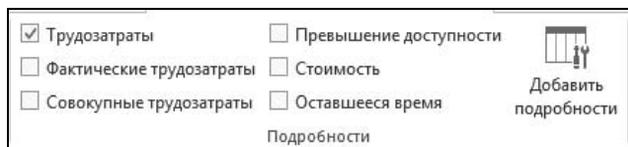

Рис. 4.26. Вид области **Подробности** вкладки **Инструменты использования ресурсов** ленты меню
- Показатели, из которых формируется сводная таблица использования ресурсов, выбирают при помощи управляющих элементов области **Подробности** вкладки **Инструменты использования ресурсов** ленты меню (рис. 4.26). С помощью расположенных в этой области флажков можно быстро выводить/убирать часто используемые показатели.
- Нажать кнопку **Добавить подробности** области **Подробности** вкладки **Инструменты использования ресурсов** ленты меню (см. рис. 4.26).
- Показатели, из которых формируется сводная таблица использования задач, выбирают с помощью управляющих элементов области **Подробности** вкладки **Инструменты использования задач** ленты меню (эта область аналогична показанной на рис. 4.26 одноименной области вкладки **Инструменты использования ресурсов**). С помощью расположенных в этой области флажков можно быстро выводить/убирать часто используемые показатели.